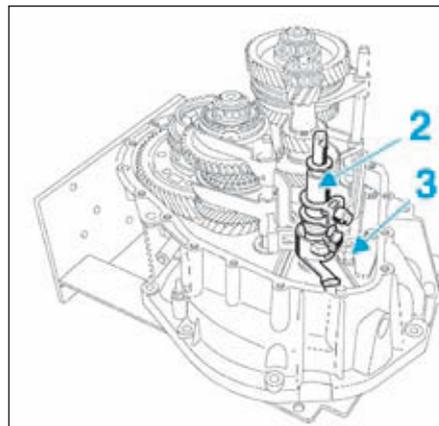

FIG.16
- Pivoter le module de commande (2) en retirant le ressort par dessus la douille de rappel (3) et sortir le module par le haut (Fig.16).